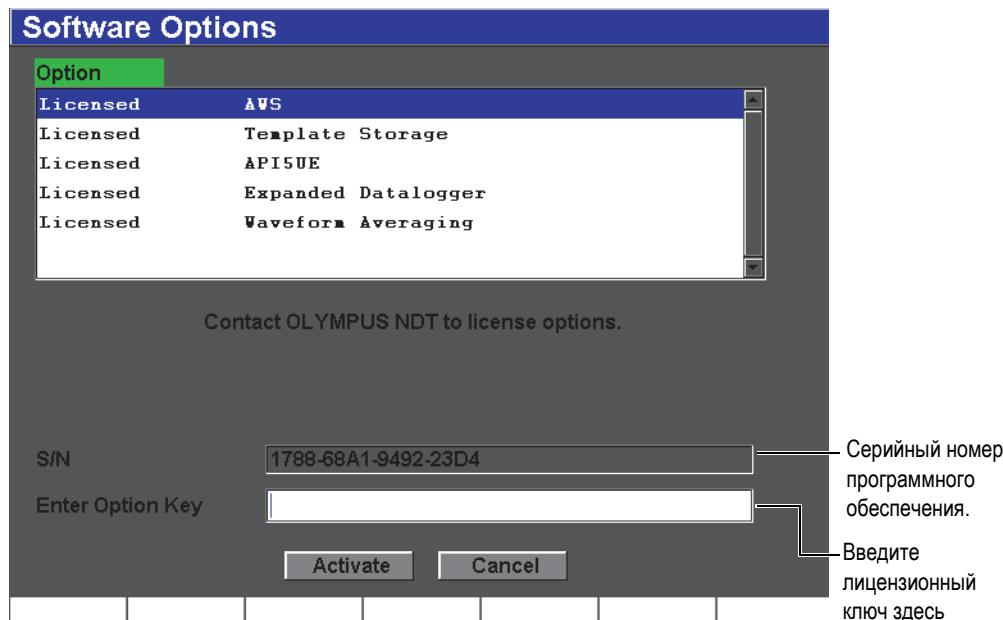

Рис. 12-1 Окно ввода лицензионного ключа
- Выберите **Inst Setup > Software Options** (Быстрая настройка > Опции ПО), чтобы открыть страницу настройки **Software Options** (Опции ПО), показанную на Рис. 12-1 на стр. 228.